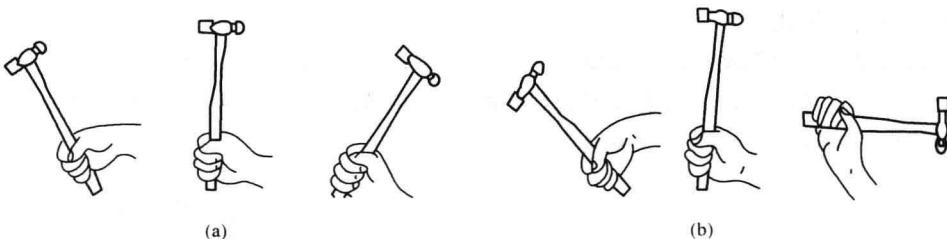

图 1-7 手锤的握法
1) 紧握法。这种握法是：右手五指紧握锤柄，大拇指合在食指上，虎口对准锤头方向，木柄尾端露出 $15\sim30\text{mm}$ ，在锤击过程中五指始终紧握。这种方法因手锤紧握，所以容易疲劳或将手磨破，应尽量少用，如图1-7(a)所示。
2) 松握法。这种握法是：在锤击过程中，拇指与食指仍卡住锤柄，其余三指稍有自然松动并压着锤柄，锤击时三指随冲击逐渐收拢。这种握法的优点是轻便自如、锤击有力，不易疲劳，故常在操作中使用，如图1-7(b)所示。
(3) 手锤的使用注意事项。